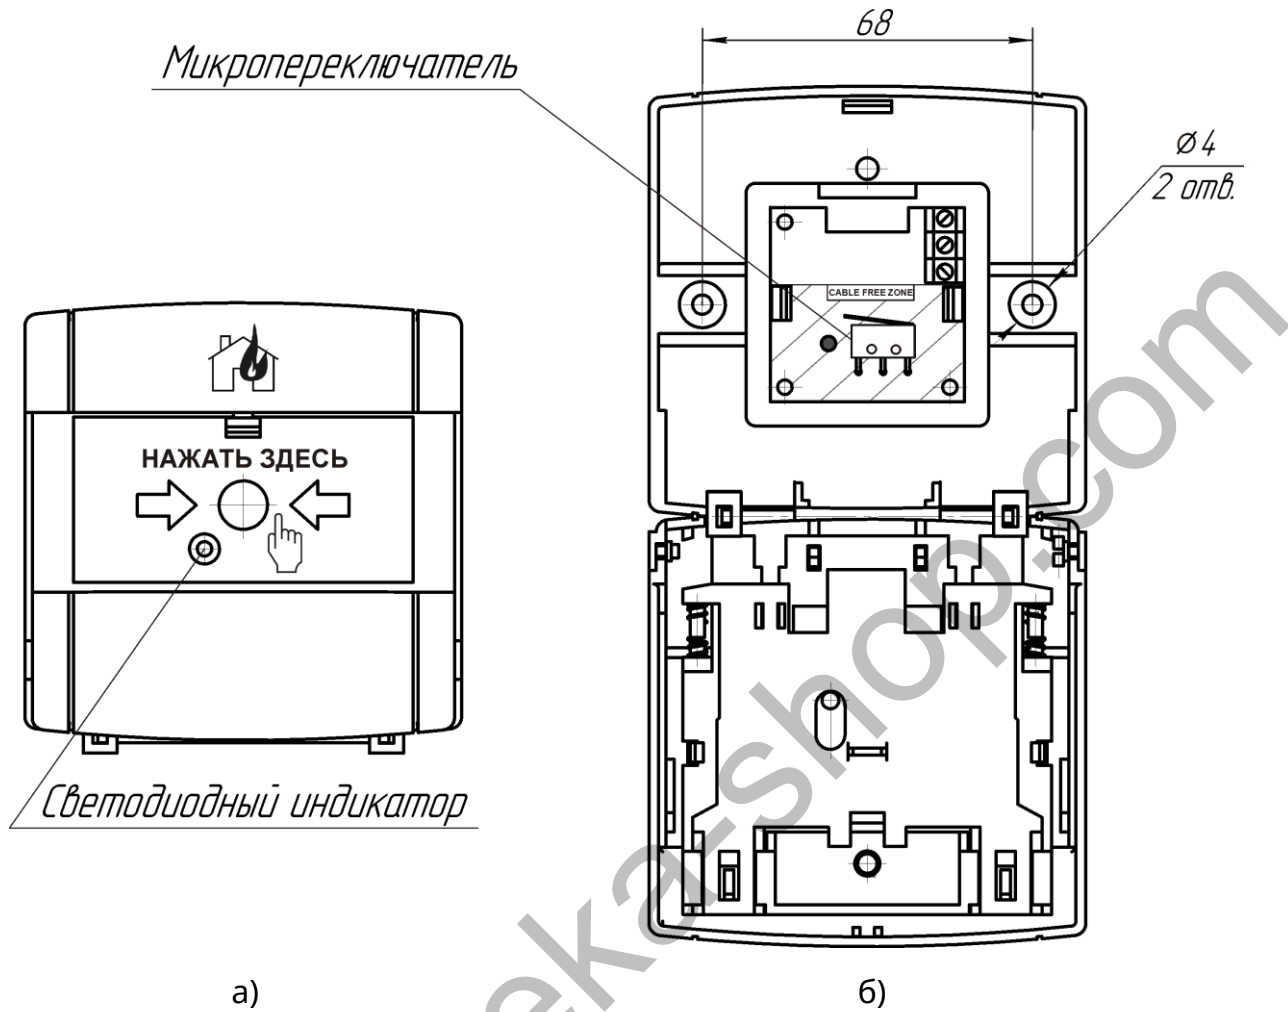

Рисунок 1 - Внешний вид (а) и внутренняя компоновка (б) извещателей
3.1 Для монтажа извещателей необходимо открыть извещатель нажатием ключа на крючок в верхней части извещателя, протянуть провода внутрь извещателя и закрепить его на стене помещения с помощью дюбелей и винтов (см. рис. 1). Подключение извещателей проводится согласно схеме, приведенной на рисунке 2. Рекомендованное сечение проводов от 0,28 до 1,0 мм².